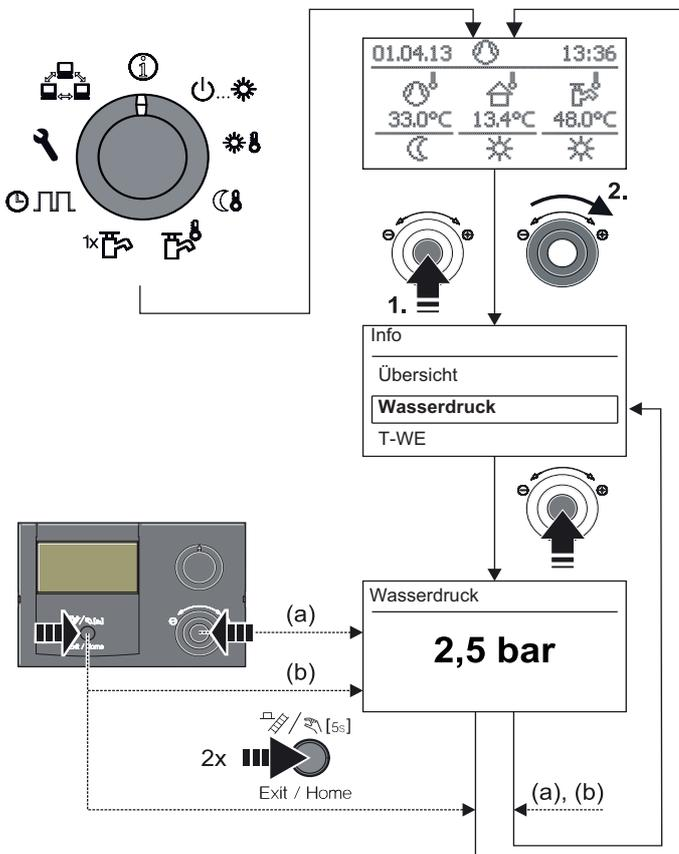

Bild 3-6 Info-Werte anzeigen (Beispiel Anlagendruck)
- Wert wird angezeigt (Beispiel siehe Bild 3-6).
An der Regelung RoCon mb kann in eingeschaltetem Zustand der Anlagendruck (Wasserdruck) des internen Kreises (direkter Heizkreis) angezeigt werden. Der Wasserdruck ist als erster Info-Parameter nach der Betriebsdatenübersicht verfügbar (siehe Bild 3-6).